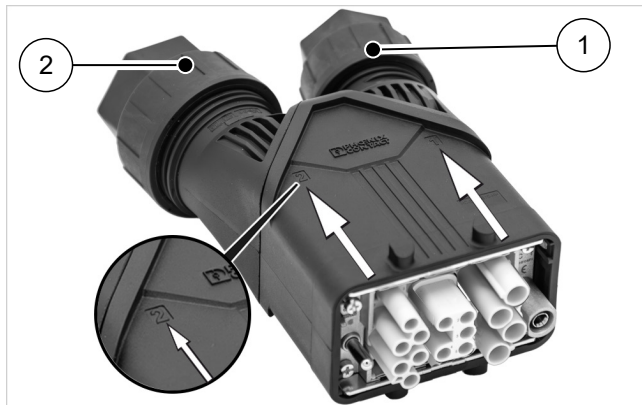

Abb. 26: Steckergehäuse und Kabelverschraubungen
2. Zuleitung in ausreichender Länge abisolieren, in das Steckergehäuse einführen (für die Zuordnung siehe → Abb. 26) und die jeweilige Verschraubung handfest zuschrauben. Um Dichtigkeit und Zugentlastung zu gewährleisten, müssen die Verschraubungen den Mantel der jeweiligen Zuleitung erfassen.